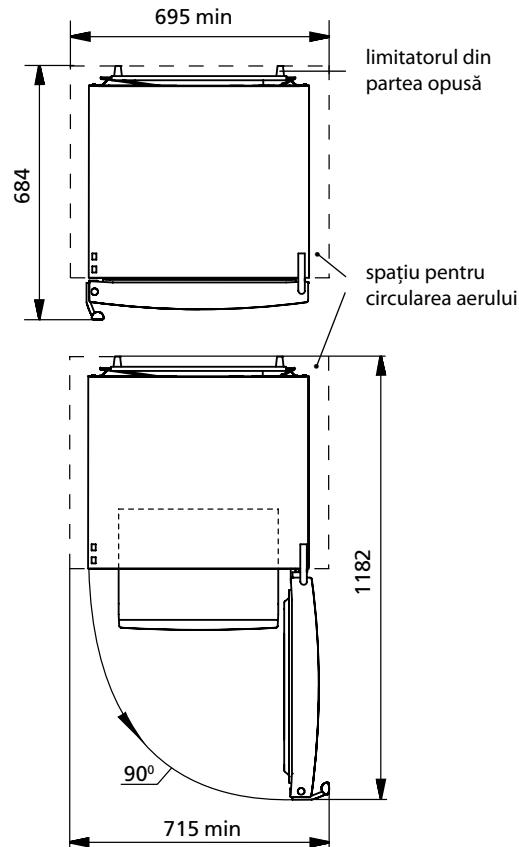

Figura 2 – Congelator (vedere de sus)
1.6 Spațiul total necesar pentru funcționarea congelatorului este determinat de dimensiunile de gabarit prezentate în figura 2 în milimetri. Pentru extragerea liberă a componentelor din congelator este necesar de deschis ușa la un unghi de cel puțin 90° . Designul congelatorului oferă unghiul maxim de deschidere a ușii – de 110° . Pentru a preveni deteriorarea congelatorului **NU APLICAȚI FORȚĂ EXCESIVĂ** pentru a deschide ușa la un unghi mai mare de 110° .